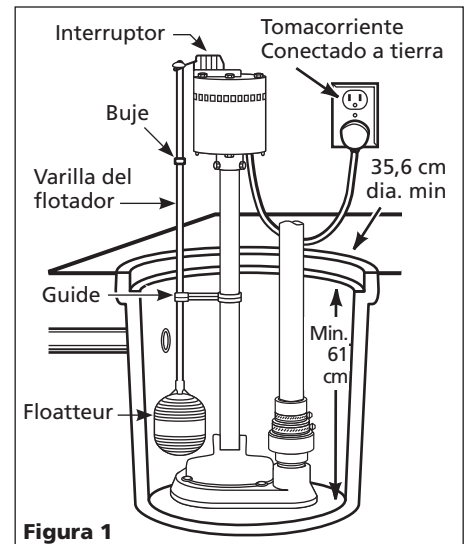

Figura 1
3. Instale la bomba en un pozo de sumidero con el tamaño mínimo que se indica. (Ver Figura 1). Construya el pozo del sumidero con locetas, concreto, acero o plástico.
4. Ubique la unidad sobre una base sólida nivelada. No coloque la bomba directamente sobre arcilla, tierra, grava o una superficie arenosa. Estas superficies contienen piedrecillas, grava, arena, etc., que pueden obstruir o dañar la bomba y ocasionar fallas en la misma. (Ver Figura 1).